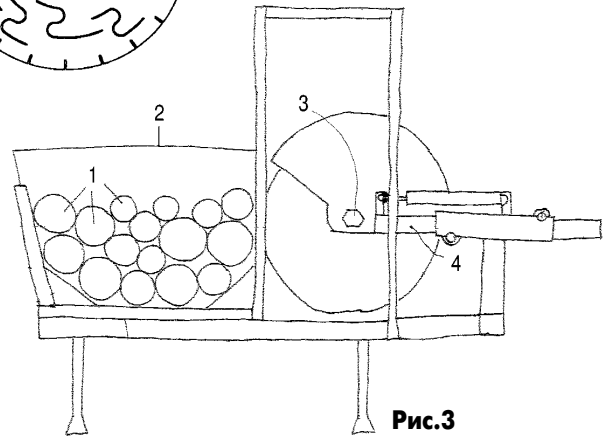

Рис. 3
**Циркулярная пила для резки множества бревен** описана в международном патенте PCT 01/91961 (2001 г.). Бревна 1, закладываются в бункер 2 (рис. 3). Сама циркулярная пила 3 имеет возможность перемещаться влево на удлиняющем кронштейне 4. Ширина бункера больше, чем диаметр циркулярной пилы. После того как пила пройдет весь бункер до конца, она возвращается назад, а бревна в бункере перемещаются для следующего хода пилы.